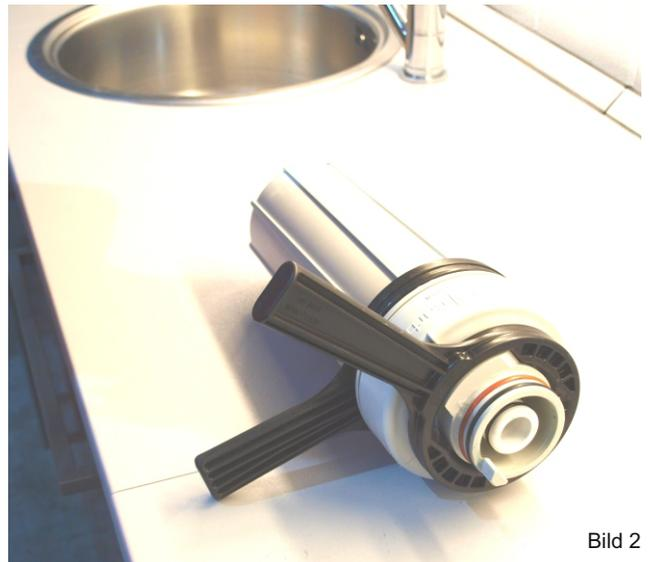

Bild 2
1. Legen Sie das entleerte Filterpatronengehäuse (2) so vor sich auf die Arbeitsplatte, dass der Filterpatronengehäusedeckel (2.1) nach rechts zeigt.
2. Positionieren Sie die Montageschlüssel wie im **Bild 2** dargestellt, kleiner Montageschlüssel zeigt in ca. 10 Uhr Stellung in ihre Richtung, der große Montageschlüssel stützt sich auf der Arbeitsplatte (Tisch) ab.
3. Nun drücken Sie den kleinen Montageschlüssel nach unten, das Filterpatronengehäuse (2) ist nun geöffnet.